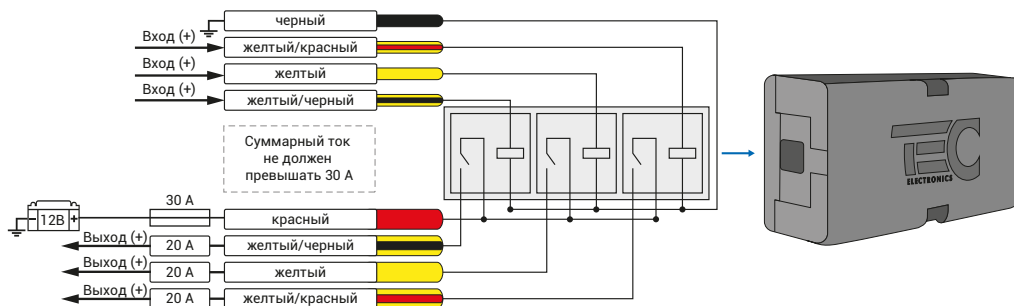

Рис.4 Релейный модуль TEC-4540
3. Осуществите подключение цепей автозапуска, используя провода выделенные на рисунке №3. Подключение к автомобилю производится в разъемах на задней части блока предохранителей (см. рис. 5-8). Для подключения силовых цепей используйте релейный модуль TEC-4540 (см. рис. 4).